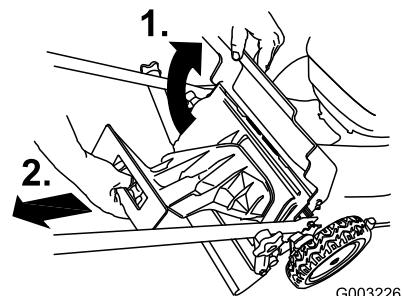

Figura 28
1. Levante y sujeté la puerta trasera (Figura 28).
2. Retire el tapón de descarga trasera (Figura 28).